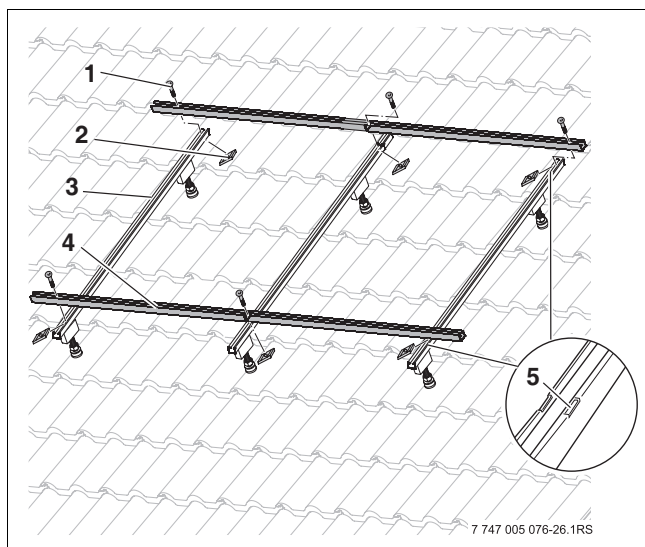

Fig. 48 Fixer le rail profilé TP/CT au rail profilé-capteur
- Insérer le coulisseau (→ fig. 48, [2]) dans le rail profilé-capteur [3] et serrer la vis.